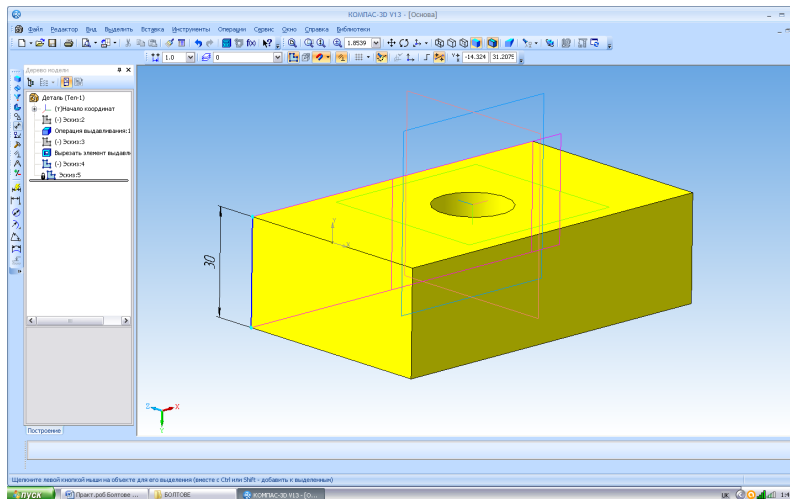

Рис. 3.6.3: Модель основи з отвором
2. Для створення циліндричного отвору на верхній грані призми викреслимо ескіз отвору – коло діаметром 22 мм і виріжемо отвір видавлюванням на глибину 30 мм (рис. 3.6.3).